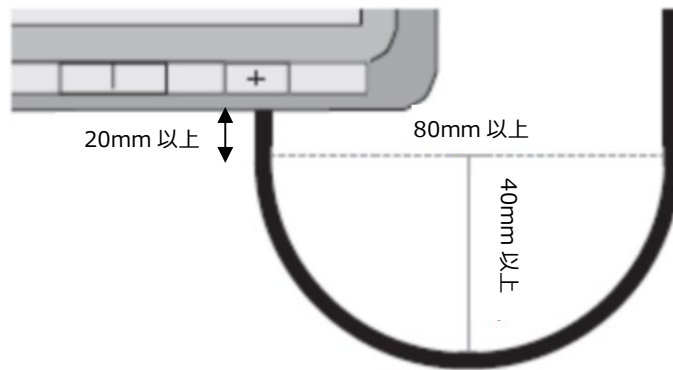

図 8-1.ケーブル湾曲イメージ図
- モジュールのケーブル設置の最小湾曲半径は 40mm です。図 8-1 のようにケーブル内側曲面形成の直径は 80mm 以上にて設置をお願い致します。